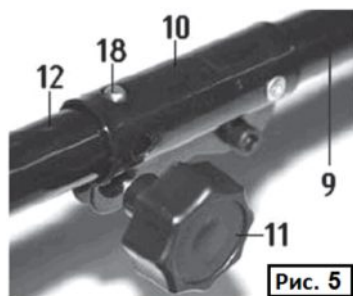

Рис. 5
7.3. Соединение верхней и нижней штанг (Рис.5)
7.3.5. Затяните фиксатор муфты (11) до упора. Рис. 5